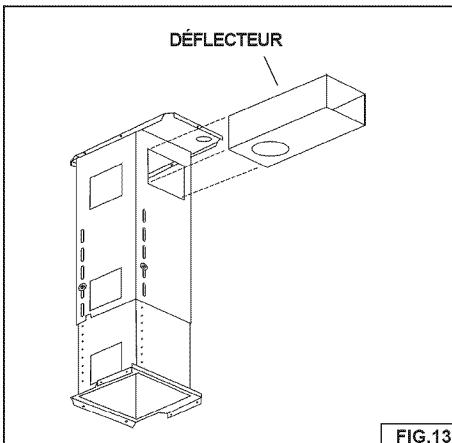

FIG.13
3. Installer le déflecteur à travers les ouvertures rectangulaires dans la structure de support. Fig. 13